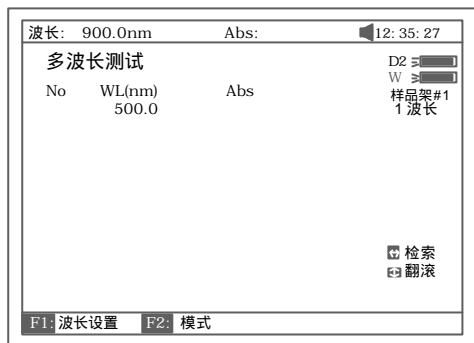

图 68
主界面中按【6】直接进入“多波长测量”界面如图 68 所示. 按【ESC/STOP】退回到主界面..
- b. 图 68 中，按【LOAD】键，再按【】或【】键选择后缀扩展名为***.mul 的文件，按【ENTER】确认即调出已存的测试结果